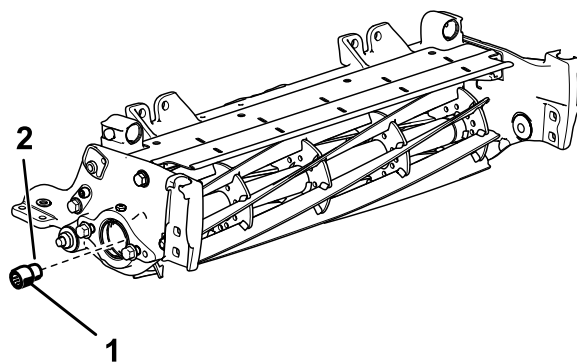

图4
8. 将中等强度防松螺纹油如蓝色 Loctite® 243 乐泰胶涂在新的花键插入件较长端的螺纹上然后仅固定到滚刀马达侧的滚刀轴上。 **图4** 上紧插入件扭矩至 115 128N·m。